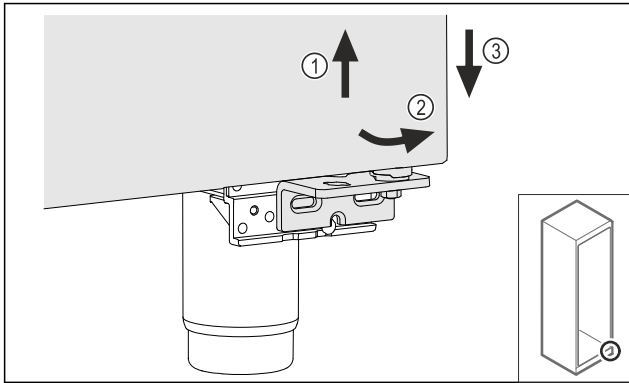

Fig. 16
- ▶ Lagano podignite vrata Fig. 16 (1), dolje ih nagnite prema naprijed Fig. 16 (2) i spustite Fig. 16 (3).